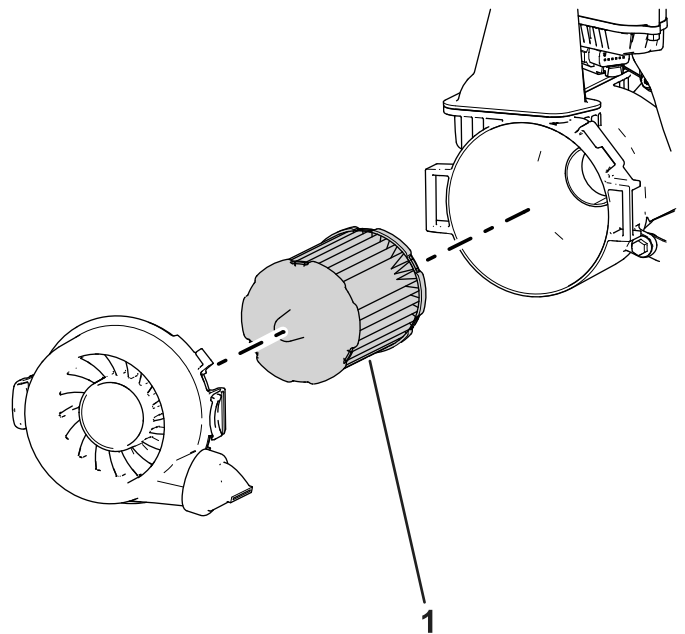

Figura 41
1. Extraiga con cuidado el elemento del limpiador de aire de la carcasa del limpiador de aire (Figura 41).
4. Instale la tapa del limpiador de aire (Figura 41).